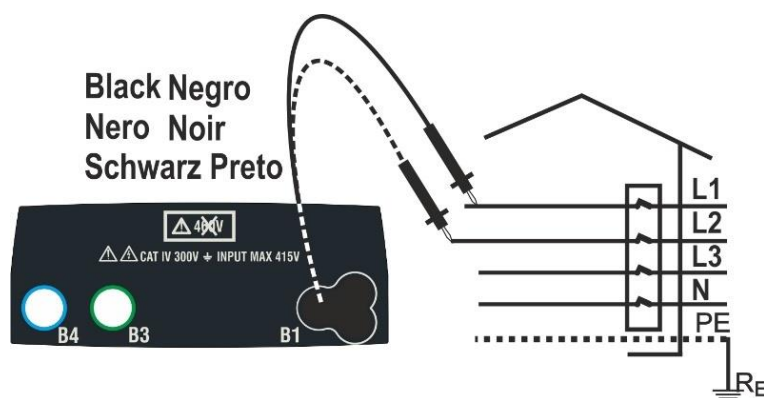
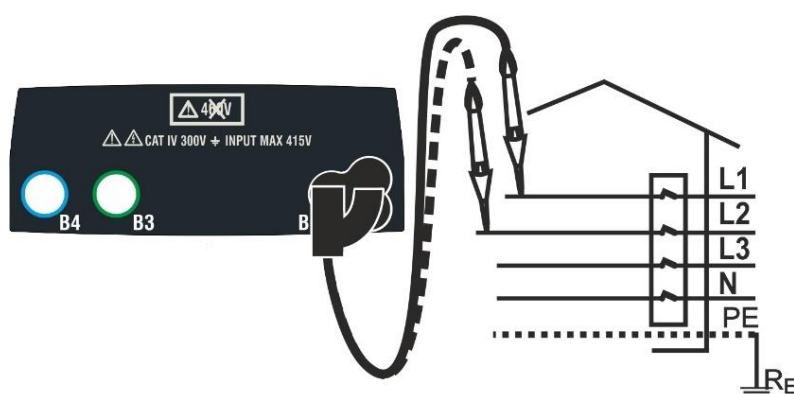

Fig. 31: Fasesekvens test med prøveledninger
Fig. 32: Fasesekvens test med fjernbetjeningsprobe
2. Sort prøveledning/ fjernbetjeningsproben sættes i terminal B1, se Fig 31 og Fig 32
5. Nu skal krokodillenæb eller fjernbetjeningsprobe berøre fase L2 i Fig 31 og Fig. 32